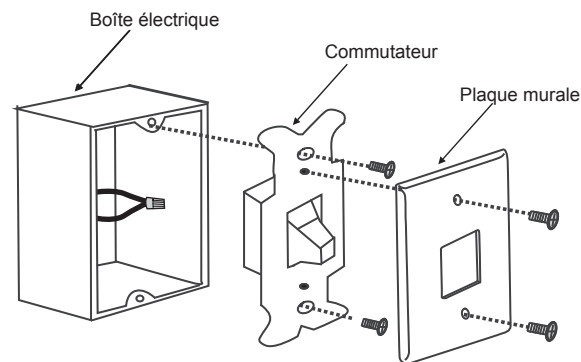

Fig. 23
**Étape 1.** Retirez la plaque murale existante et l'ancien interrupteur de la boîte électrique murale. Connecter les conducteurs NOIR (charge) ensemble à l'aide d'un écrou de connexion et les pousser délicatement dans la boîte de connexion. (Fig. 23)